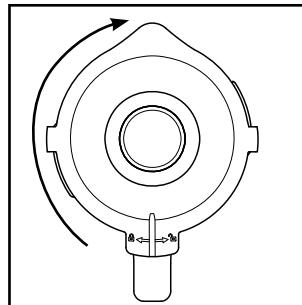

Fig. 2
- 4) Appuyez à nouveau fermement le couvercle **②** sur le bol mixeur **③** de manière décalée. Refermez le couvercle **②** en le tournant dans le sens horaire jusqu'à ce qu'il encrante audiblement en position (voir fig. 2). Veillez à ce que le bec verseur du bol mixeur **③** soit fermé. Le moteur ne peut démarrer que si le couvercle **②** est posé de manière alignée.